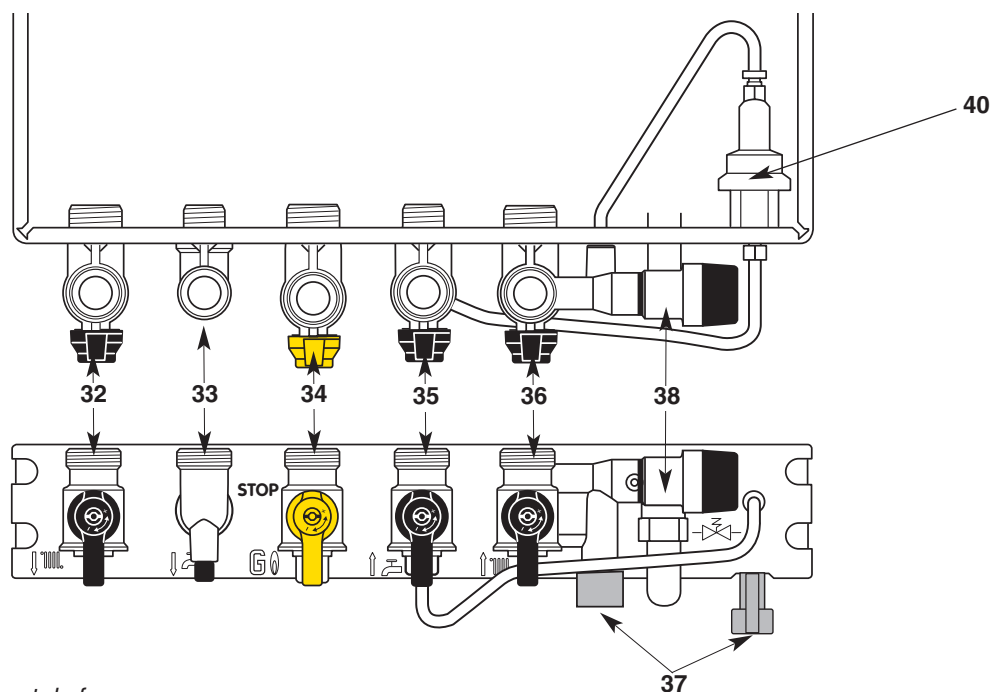

Fig. 22 - Vues de dessus et de face
Barrette robinetterie (fig. 22)
4. Ouvrez le robinet d'arrivée de gaz **34** (fig. 22), sur la position  .
- Coupez l'arrivée du gaz en tournant le robinet **34** (fig. 22), sur la position STOP.
*Dans certains cas d'installation, il est possible qu'il se produise, après puisage d'eau chaude, un léger réchauffement de la canalisation (et éventuellement d'un radiateur). Pour l'éviter, il suffit de fermer le robinet départ chauffage **32** (fig. 22).*